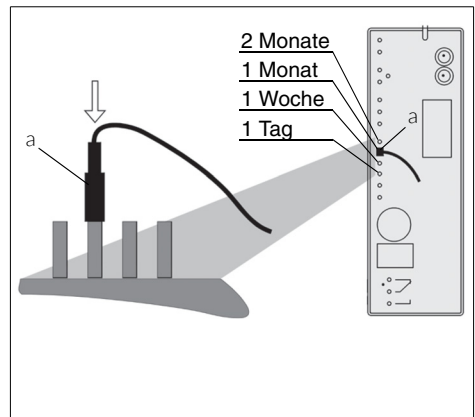

Abb. 3: Zeitsteuerung
- Auf der Steuerelektronik der Automatik das gewünschte Zeitintervall für den zeitgesteuerten, automatischen Rückspülvorgang wählen. Durch Umstecken des Kabelschuhs (a) das gewünschte Zeitintervall wählen (siehe Abb. 3). Die wählbaren Zeitintervalle sind seitlich auf der Steuerungselektronik beschriftet.